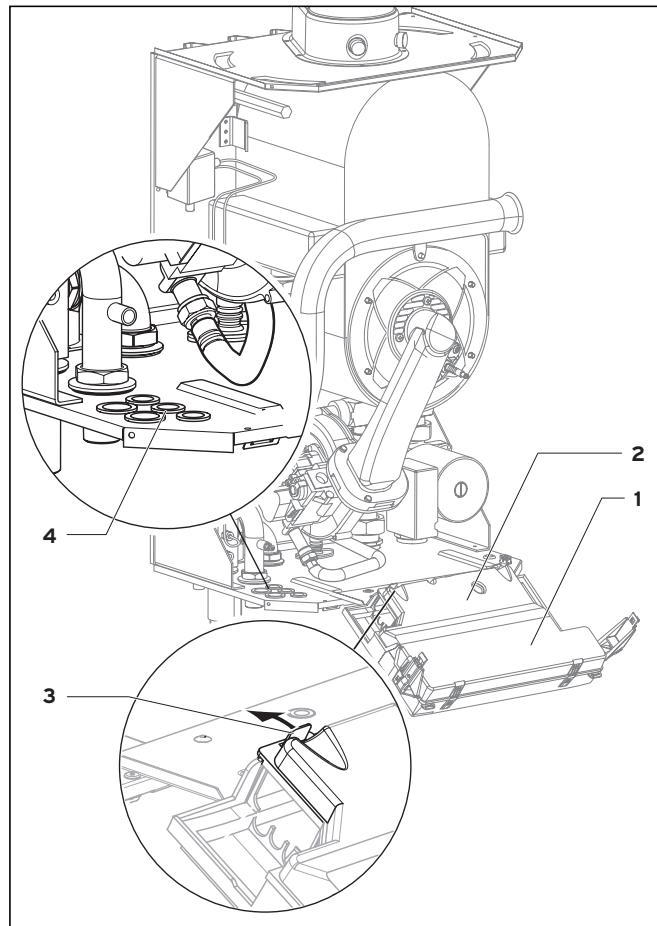

Fig. 4.9 Deschiderea peretelui posterior al pupitrului de comandă
- În final, introduceți conductorii de legătură (5) în pupitru electronic și scurtați-i la lungimea necesară (vezi fig. 4.9).
- Îndepărtați izolația aprox. 2-3 cm de pe conductorul de legătură și desizolați firele (vezi fig. 4.9).